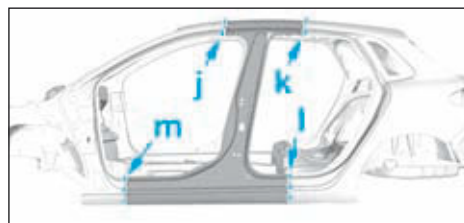

FIG.81
- cordons MAG en (j), (k), (i) et (m) puis meuler les cordons de soudure (Fig.81),